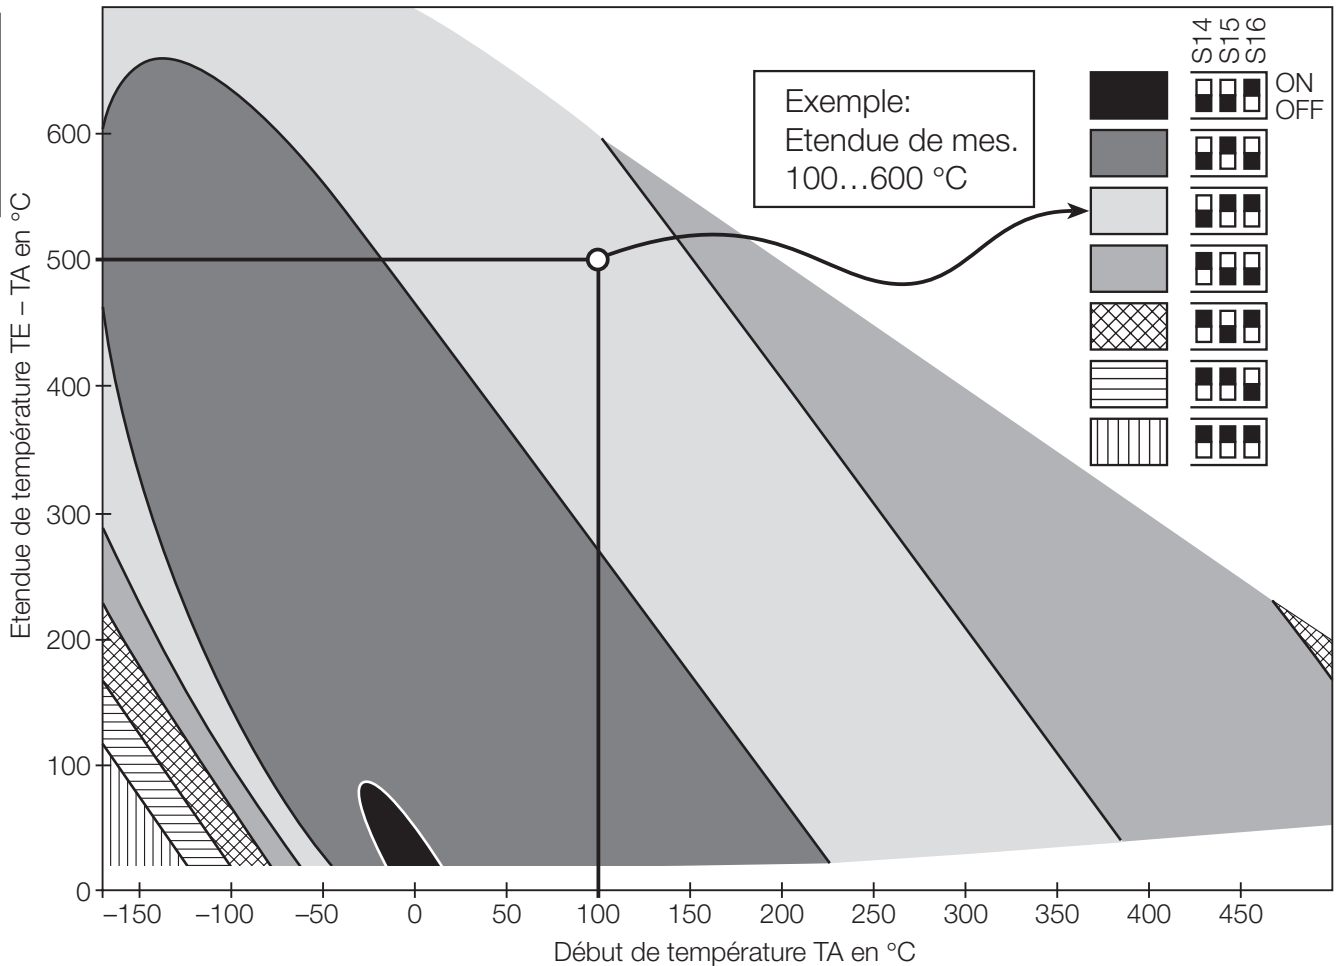

Fig. 9. Détermination de la position des commutateurs (S14...S16) pour la linéarisation.
Suivant la valeur du début d'étendue de mesure (TA) et de plage de mesure de température (TE - TA), une disposition spéciale des commutateurs S14...S16 peut être nécessaire pour réaliser une linéarisation correcte. La Fig. 9 indique comment déterminer la position de ces commutateurs pour un exemple d'une étendue de mesure de 100...600 °C. Les positions «OFF-ON-ON» seront donc nécessaires pour une linéarisation correcte.